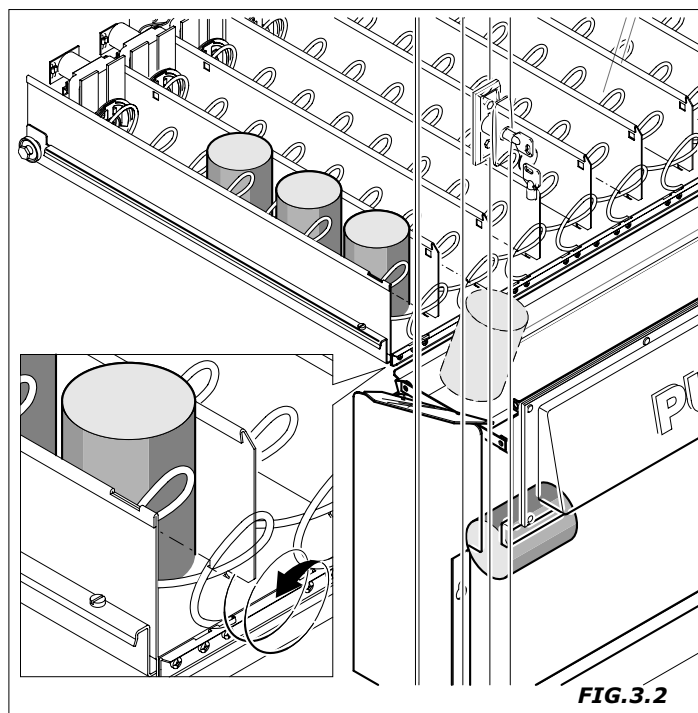

FIG.3.2
- el motor relativo al espiral en el que se encuentra el producto seleccionado, efectúa una rotación completa (360°) haciéndolo en el cajón de retiro del producto (Fig.3.2).